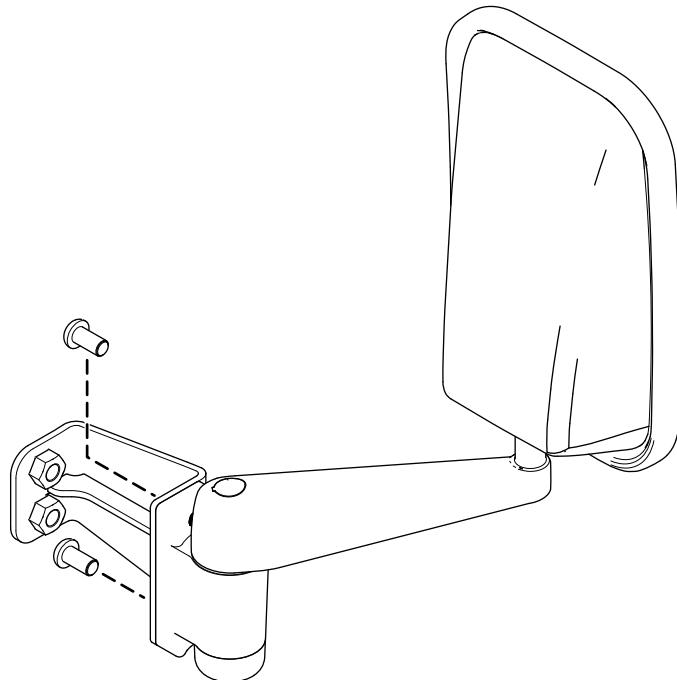

図 1
1. ミラーブラケットにミラーを固定するトルクスヘッドねじ2本を使用する図 1。